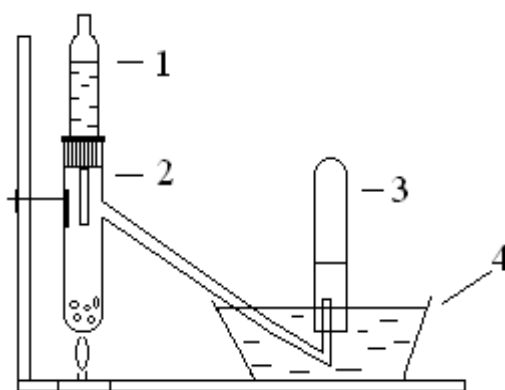

Рис. 1.3. Схема установки для получения оксида азота:
а) Получите оксид азота (II) в установке, указанной на рис. 1.3. В колбу Вюрца (2) насыпьте 10-15 г медных стружек, а в капельную воронку (1) - разбавленную азотную кислоту (1:1). Реакцию ведите при нагревании. Наполнение цилиндра (3) оксидом азота проводите после того, как выходящий через газоотводную трубку газ начнет окрашиваться в воде кристаллизатора (4) в бурый цвет. Наполните оксидом азота два цилиндра и, закрыв их под водой стеклянными пластинками, сохраните для опытов в) и г).
а) Для получения NO_2 в капельную воронку (рис. 1.3) налейте концентрированную азотную кислоту, в колбу Вюрца поместите медные стружки. Образующийся NO_2 пропустите через пробирку с дистиллированной водой, в которую добавьте 2-3 капли метилового оранжевого. *Опишите свои наблюдения. Напишите уравнение реакции.*